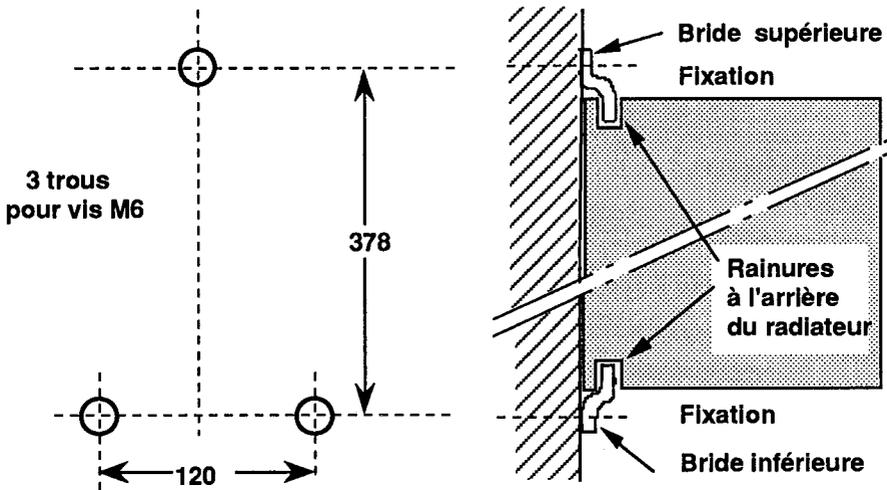

Figure 2.1. Cotes de perçage et fixation du gradateur non ventilé
- Fixer les deux brides sur le panneau par les vis **M6** en respectant les cotes de perçage données (fig.2.1).